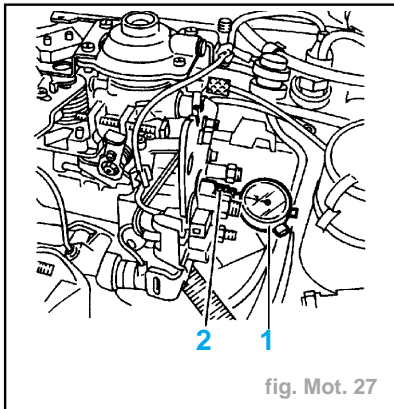

fig. Mot. 27
- Piger le volant-moteur à l'aide de la pige (1) (fig. Mot. 27).